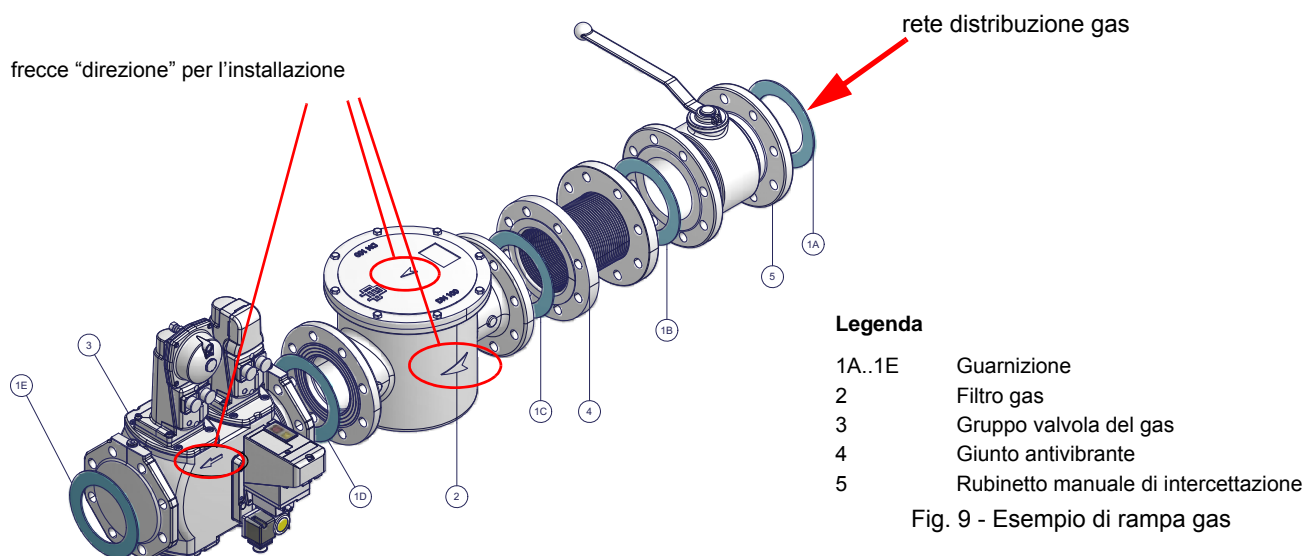

Fig. 9 - Esempio di rampa gas
- 1) nel caso di giunti flangiati: interporre tra un componente e l'altro, una guarnizione (n. 1A..1E - Fig. 9) compatibile con il gas utilizzato,
**ATTENZIONE:** una volta montata la rampa secondo lo schema riportato in Fig. 9, deve essere effettuata la prova di tenuta del circuito gas, secondo le modalità previste dalla normativa vigente.
ATTENZIONE: una volta montata la rampa secondo lo schema riportato in Fig. 9, deve essere effettuata la prova di tenuta del circuito gas, secondo le modalità previste dalla normativa vigente.